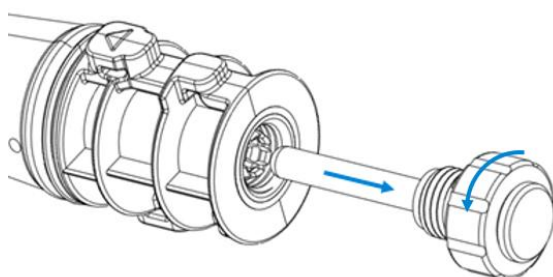

図 4 輸送用プラグを回してトーチ本体から引き抜く
1. トーチ本体のロックナットを緩めて、輸送用プラグを取り外します 図 4 を参照してください。